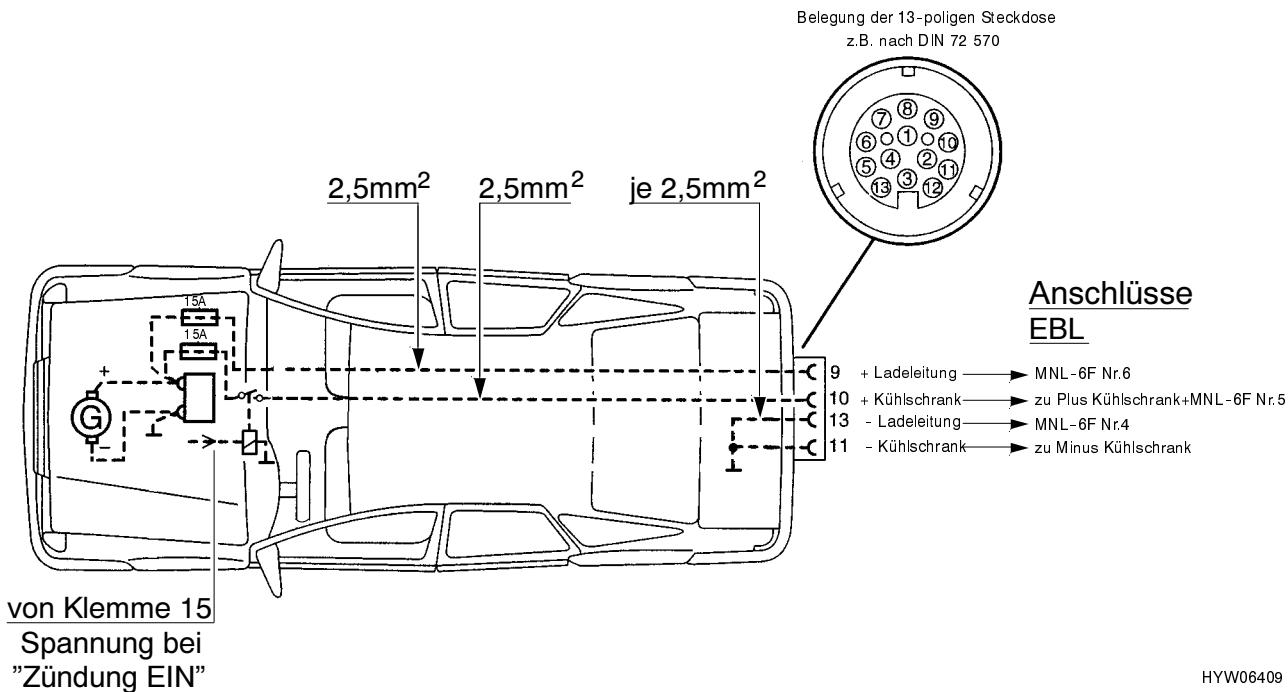

Bild 67 Zugwagen-Installationsplan (Autark-Paket)
- ▷ Das Zugfahrzeug muß mit den entsprechenden Kabelquerschnitten nachgerüstet werden (siehe Bild 67).